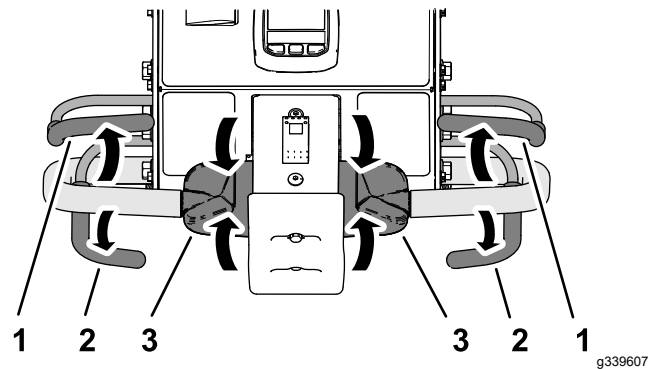

图 86
1. 如果要打孔应松开打孔把手图 86 以升起打孔头请参阅 升起打孔头 \(页码 42\)。